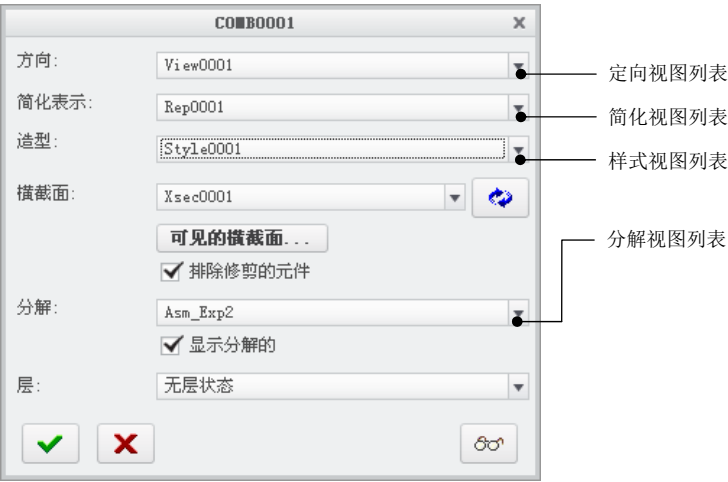

图 9.7.3 “组合视图”对话框
Step5. 在“组合视图”对话框中，分别在定向视图、简化视图和样式视图等列表中选择要组合的视图，各视图名称和设置如图 9.7.3 所示。